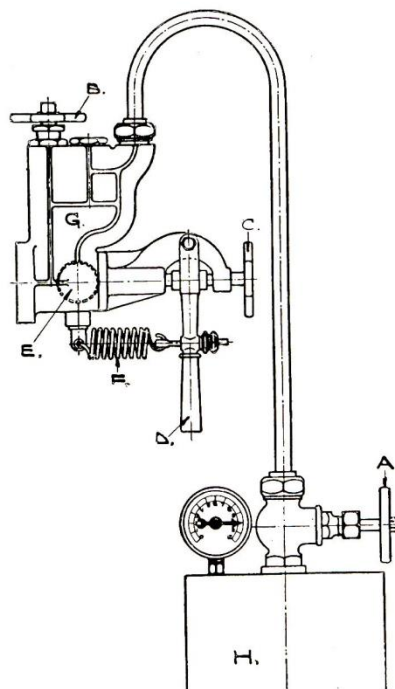

Fig. 7.
IGÅNGSÄTTNING MED TRYCKLUFT (se fig. 7). Vid alla två- eller flercylindriga och större en-cylindriga motorer sker igångsättningen med tillhjälp af en s. k. igångsättningsapparat, bestående af en med manometer försedd luftbehållare (H), som medelst en rörledning är förenad med den på motorcylindern sittande igångsättningsventilen (G). På rörledningen invid luftbehållaren sitter en afstängningskran (A).